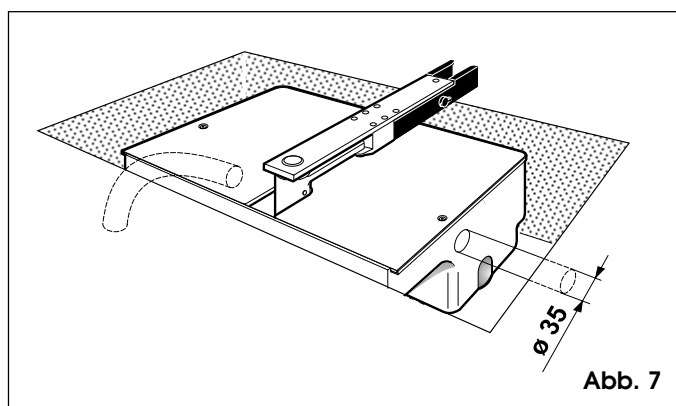

Abb. 7
- 3) PVC-Kabelführung mit 35 mm Durchmesser für 4-poliges Elektrokabel zur Steuerung verlegen (Abb. 7).
Ferner wird die Verlegung eines Regenwasser-Drainagerohrs bis zur nächsten Abwasserleitung empfohlen (Abb. 7).